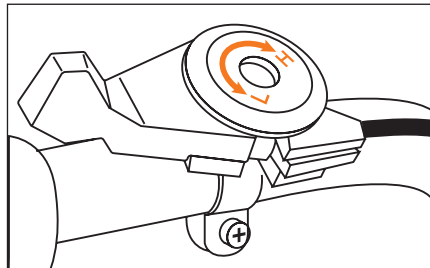

Рис. 15
С помощью ручки регулятора оборотов двигателя можно уменьшать и увеличивать обороты двигателя. При перемещении в крайнее правое положение (H) обороты увеличиваются, в крайнее левое (L) – уменьшаются (Рис. 15).